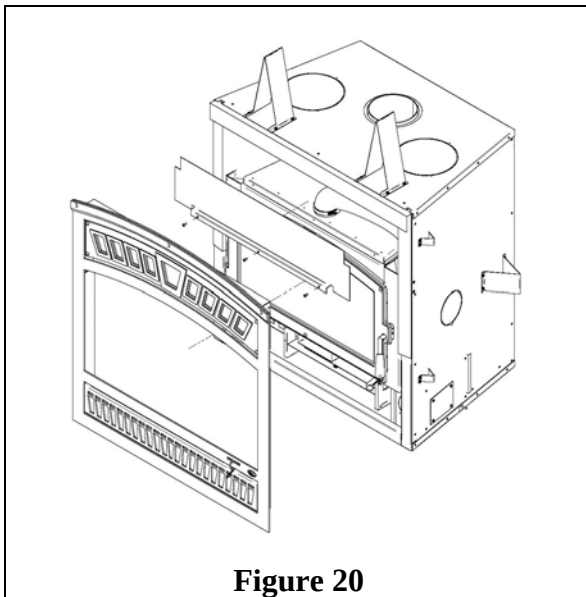

Figure 20
- Installez le déflecteur tel qu'illustré à la figure 20;